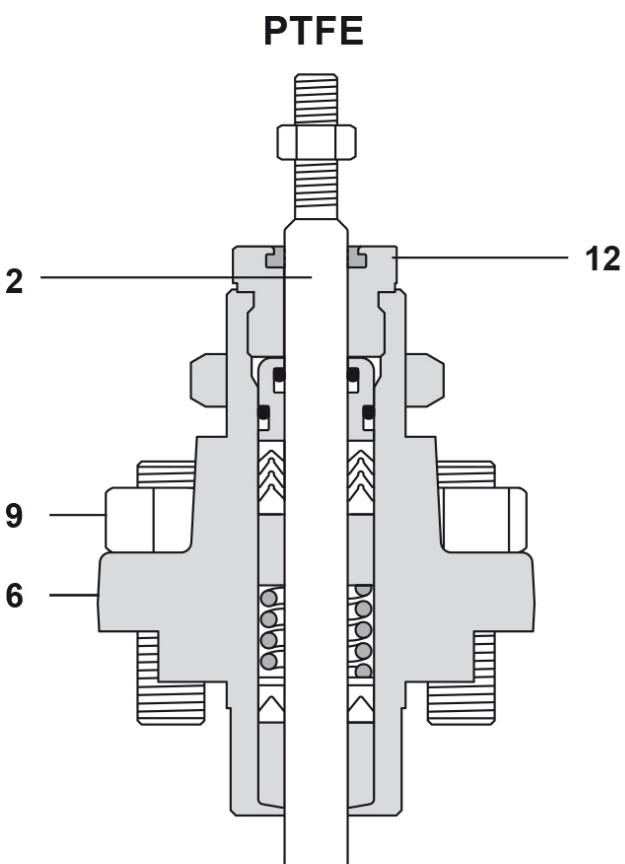
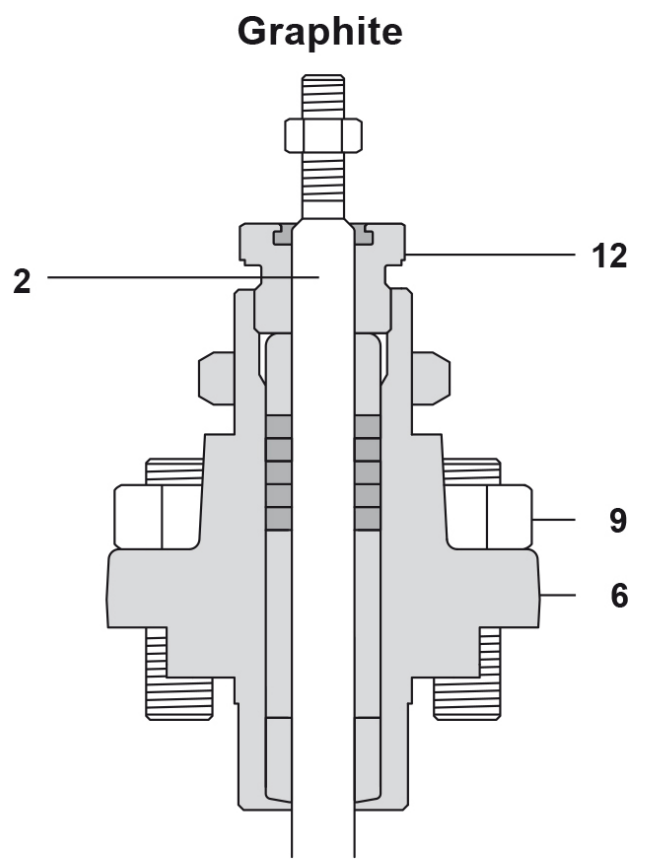

Fig. 17
Fig. 18
5.3 Remplacement des garnitures d'étanchéité en PTFE (voir Figure 18, page 32)
- Enlever l'écrou de blocage (34), l'écrou de presse-étoupe (12), les joints toriques (7a et 7b) et le racloir (13) de l'écrou de presse-étoupe, en s'assurant que les rainures sont propres et non endommagées. Remplacer toutes ces pièces par des neuves. Il est recommandé de graisser les joints toriques avec de la graisse silicone.
- Nettoyer la cavité et monter de nouveaux composants dans l'ordre indiqué sur la Fig. 17.